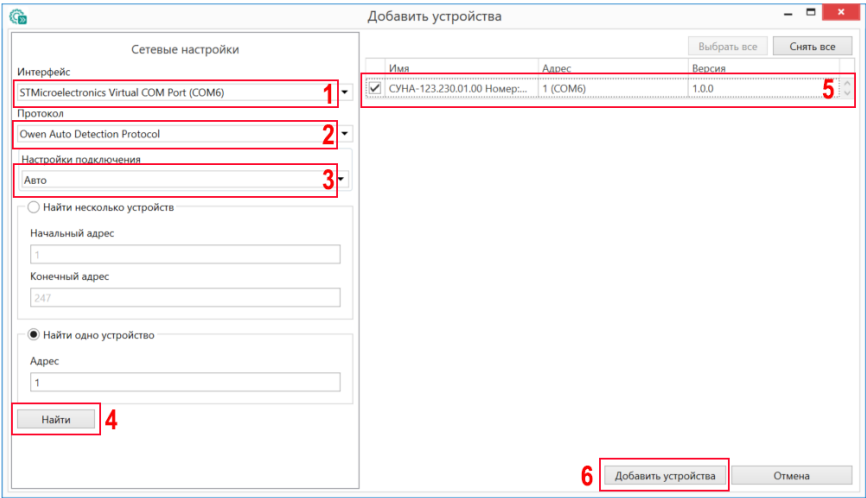

Рисунок 12.1 – Настройки связи с устройством
- 6. Выбрать интерфейс «Устройство с последовательным интерфейсом USB» (см. рисунок 12.1, 1). Номер COM порта, присвоенный прибору можно узнать в Диспетчере устройств Windows.
- 7. Выбрать протокол **Owen Auto Detection Protocol** (см. рисунок 12.1, 2).
- 8. Выбрать в Настройках подключения **Авто** (рисунок 12.1, 3). Модификация прибора указана на боковой стороне прибора.
- 9. Выбрать «Найти одно устройство», если добавляется один прибор. Запустить поиск нажатием на кнопку «Найти» (см. рисунок 12.1, 4).
- 10. Выделить найденное устройство (см. рисунок 12.1, 5).
- 11. Добавить устройство в проект Конфигуратора по нажатию кнопки **Добавить устройства** (см. рисунок 12.1, 6).
1. Нажать на кнопку  **Обновить устройство** в контекстном меню выбранного устройства или в главном меню. Откроется диалоговое окно для смены встроенного ПО устройства. Можно обновить одно или несколько устройств. Устройства следует выделить в области устройств (см. рисунок 12.1, 5) и выбрать **Обновить устройство** в контекстном меню или главном меню.